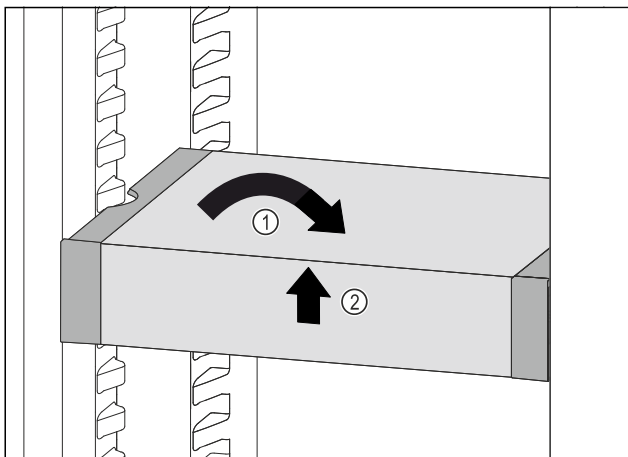

Fig. 64
- Collocare VarioSafe in maniera dritta. Fig. 64 (1)
- Sollevare VarioSafe dal lato anteriore. Fig. 64 (2)